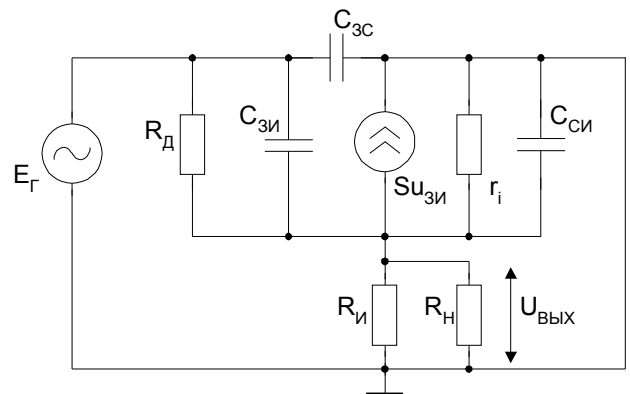

Рис. 21
Пример. В схеме дифференциального усилителя на двух идентичных n-p-n транзисторах $VT1$ и $VT2$ $R_{к2} = 3$ кОм ($R_{к1}$ отсутствует и коллектор $VT1$ подключен к E_k), $R_э = 5,1$ кОм (рис. 21), $\beta = 100$, $r_э = 100$ Ом, $R_Г$ и $r_Б \ll r_э(1 + \beta)$. При $U_{вх1} = 1$ В и $U_{вх2} = 1,1$ В определить $U_{вых}$ схемы, снимаемое с коллектора $VT2$.
4.30. В схеме дифференциального усилителя на двух идентичных п-р-п транзисторах $VT1$ и $VT2$ $R_{К1} = R_{К2} = 3 \text{ кОм}$, $R_3 = 5,1 \text{ кОм}$ (рис. 21), $\beta = 100$, $r_3 = 100 \text{ Ом}$, $R_{Г}$ и $r_Б \ll r_3(1 + \beta)$. При $U_{ВХ1} = 1 \text{ В}$ и $U_{ВХ2} = 1,1 \text{ В}$ определить $U_{ВЫХ}$ (между коллекторами $VT1$ и $VT2$), синфазную ошибку, коэффициент передачи синфазной ошибки.